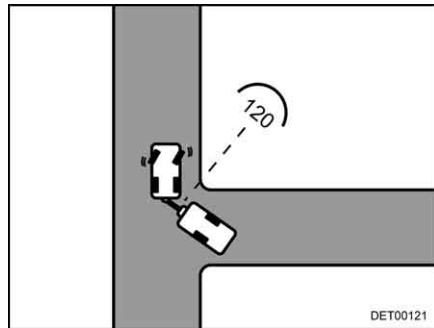

Fig. 16 Svolta all'incrocio
- Appena entrambi i veicoli si trovano ad un angolo di ca. 120° l'uno rispetto l'altro, fermarsi (Fig. 16).